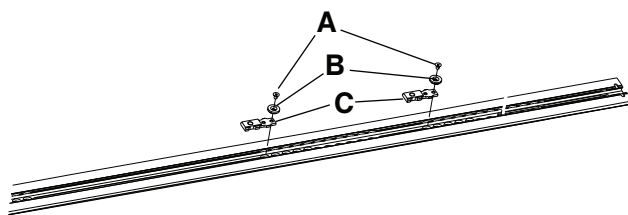

Figura 1 – Prender o suporte de fixação da placa de piso
2. No caso do kit de botão e suporte (6390-041-000), utilizando uma chave sextavada de 5/32 pol., instale um parafuso de cabeça cilíndrica plana (0001-194-000) (A) no suporte de fixação da sub âncora (6390-001-110) (B) para fixar o suporte de fixação da placa de piso (6390-101-108) (C) (Figura 1).